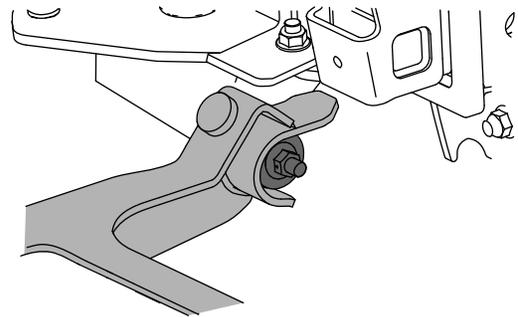

**Figure 12**
12. Amenez la souffleuse devant la machine et couchez la courroie sous la machine dans l'alignement de l'embrayage (Figure 12).